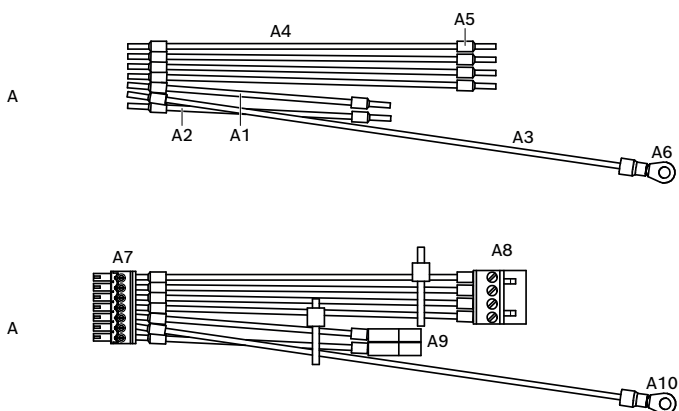

Рис. 4.1: Кабель питания (AMC2)
1. Подключите 7-контактный разъем A7 (рис. 4.1) к разъему источника питания (отметка: POWER) контроллера AMC2.
2. Подключите разъем A8 (рис. 4.1) к разъему для подключения источника питания с маркировкой OK.
3. Подключите разъем A9 (рис. 4.1) к разъему для подключения источника питания постоянного тока.
4. Подключите кабель заземления A6 (рис. 4.1) к точке заземления AMC2.